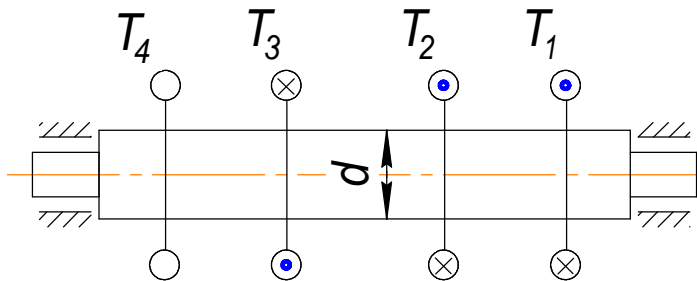

Рис.2.15
2.31. Для стального стержня сплошного круглого сечения (рис. 2.15), вращающегося в подшипниках, определить значение неизвестного внешнего скручивающего момента T_4 , построить эпюру внутренних скручивающих моментов и определить диаметр из условия прочности, если $T_1 = 2,6$ кНм, $T_2 = 3$ кНм, $T_3 = 2,6$ кНм, $[\tau] = 30$ МПа.